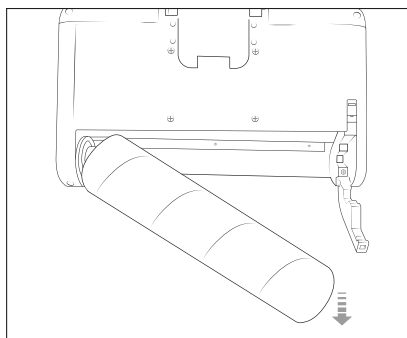

Fig. 13
- 3) Retirez la brosse cylindrique **12** de la tête de nettoyage **7** (voir fig. 13).